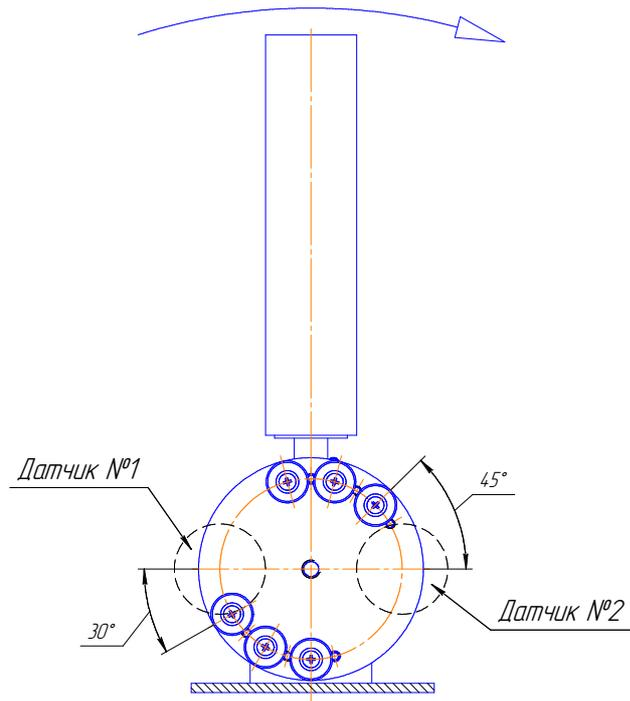

Рис.2
- В состоянии поставки шайбы (или магниты) поз.6 расположены так, как показано на рис.2. При этом датчик №1 срабатывает при отклонении ролика на 15°, а датчик №2 срабатывает при отклонении ролика на 30°. При необходимости расположение шайб (магнитов) можно изменить для настройки устройства на другие углы срабатывания.